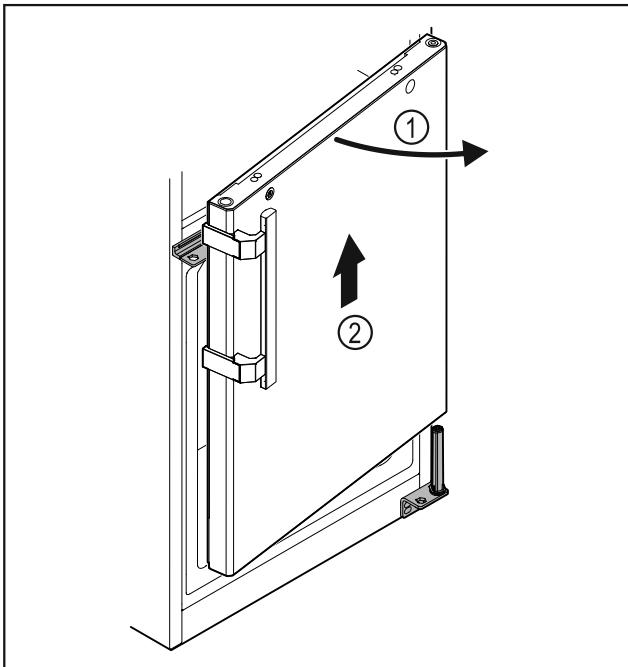

Fig. 34
- Слегка приоткройте дверь Fig. 34 (1), поднимите ее строго вертикально вверх приблизительно на 200 мм и снимите Fig. 34 (2).